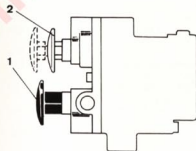

Fig. 11.13. - Freno de estacionamiento
- **Freno de estacionamiento (fig. 11.13).** — Basta oprimir hacia dentro el botón negro (1), estando hacia fuera el botón rojo (2). De esta forma se cierra la válvula de control y se abre la